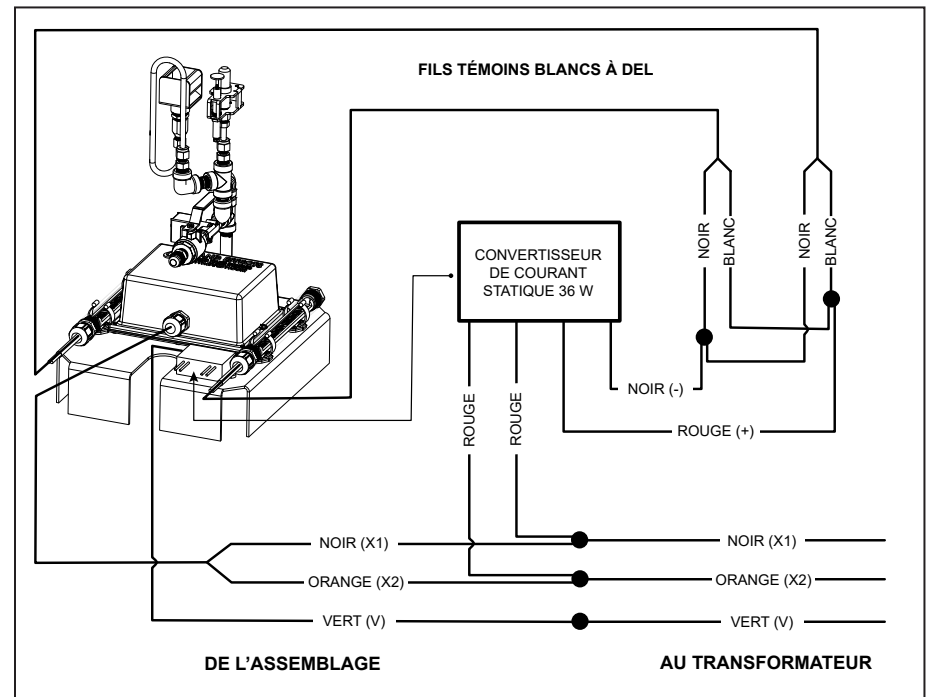

Figure 9. Câblage du brûleur et des témoins blancs à DEL
- **Pour faire fonctionner les témoins blancs à DEL et le brûleur simultanément à partir du même transformateur**, câbler le convertisseur de puissance statique de 36 W et le brûleur comme illustré à la Figure 9.
4. Câbler le brûleur et les témoins blancs à DEL avec des serre-fils étanches conformément à la figure 9. Se reporter à la section 3.2.2 pour d'autres options de câblage de témoins blancs à DEL.